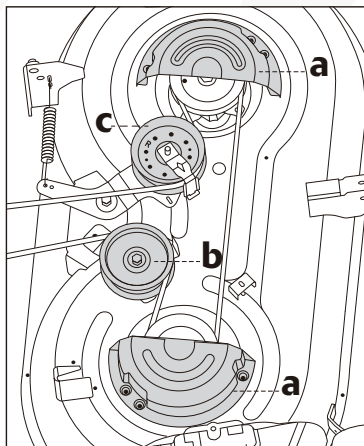

Fig. 26
2. Retire las dos cubiertas protectoras de la correa (a, fig. 26) quitando los seis tornillos que las sujetan a la cubierta.
3. Retire la polea fija (b, Fig. 26) y la polea tensora (c, Fig. 26).